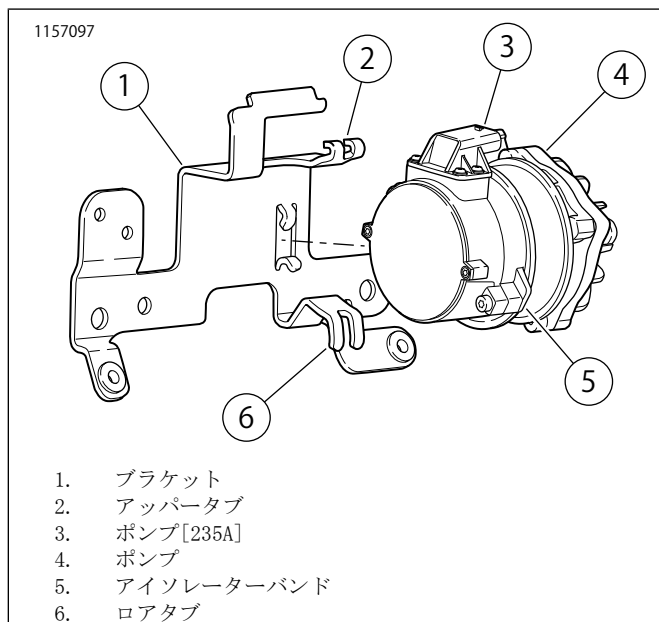

図3。ポンプとブラケット
3. 図3を参照してください。ポンプ[235A] (3)を上に向けた状態で、新品のポンプ(4)をブラケット(1)に配置します。